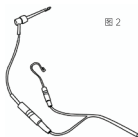

图2
2) 连接锉夹：将锉夹的接头插入测量线任意一端的接口。（图 2）
3) 连接唇钩：将唇钩柄部插入测量线的另一端接口。（图 2）